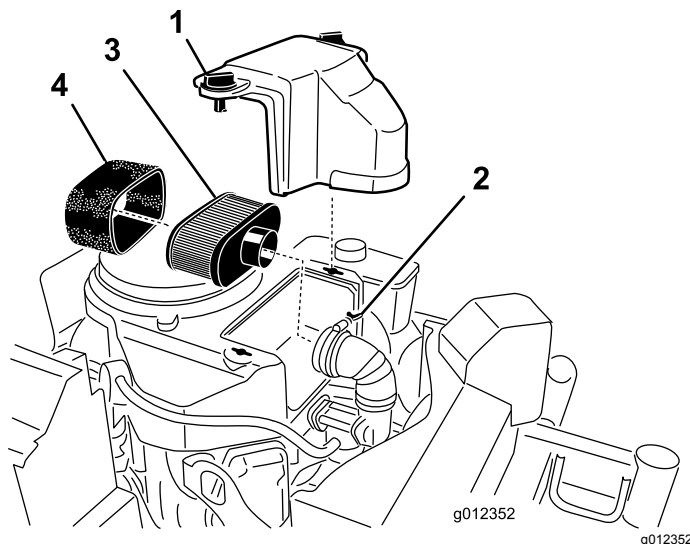

Figure 29
2. Nettoyez la surface autour du filtre à air pour éviter que des impuretés n'endommagent le moteur en tombant à l'intérieur (Figure 29).
3. Tournez les boutons du couvercle de 1/4 tour dans le sens antihoraire et déposez le couvercle du filtre à air (Figure 29).
4. Tournez la vis à oreilles du collier de flexible dans le sens antihoraire pour séparer le filtre à air du conduit d'admission (Figure 29).
5. Sortez délicatement l'élément en mousse de l'élément en papier (Figure 29).
1. Vérifiez que l'élément n'est pas déchiré, couvert d'une pellicule grasse ou endommagé (Figure 29).
1. Vérifiez que l'élément n'est pas déchiré ou couvert d'une pellicule grasse, et que le joint de caoutchouc n'est pas endommagé (Figure 29).
1. Glissez délicatement l'élément en mousse sur l'élément en papier (Figure 29).
2. Alignez le filtre à air sur le conduit d'admission et fixez-le en place au moyen du collier de flexible (Figure 29).
3. Alignez le couvercle du filtre à air sur le capot du moteur et fixez-le en tournant les boutons d'un quart de tour dans le sens horaire (Figure 29).